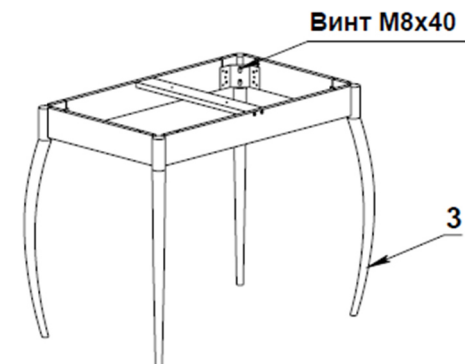

Рисунок 3.
- Прикрутить 4 опоры (3) винтами, учесть расположение планки для вставки – планка вверх, опоры вниз. Установить стол на ноги на пол. Выровнять высоту каждой опоры с верхней частью царг и затянуть винт М8х40 до упора (рис.3).